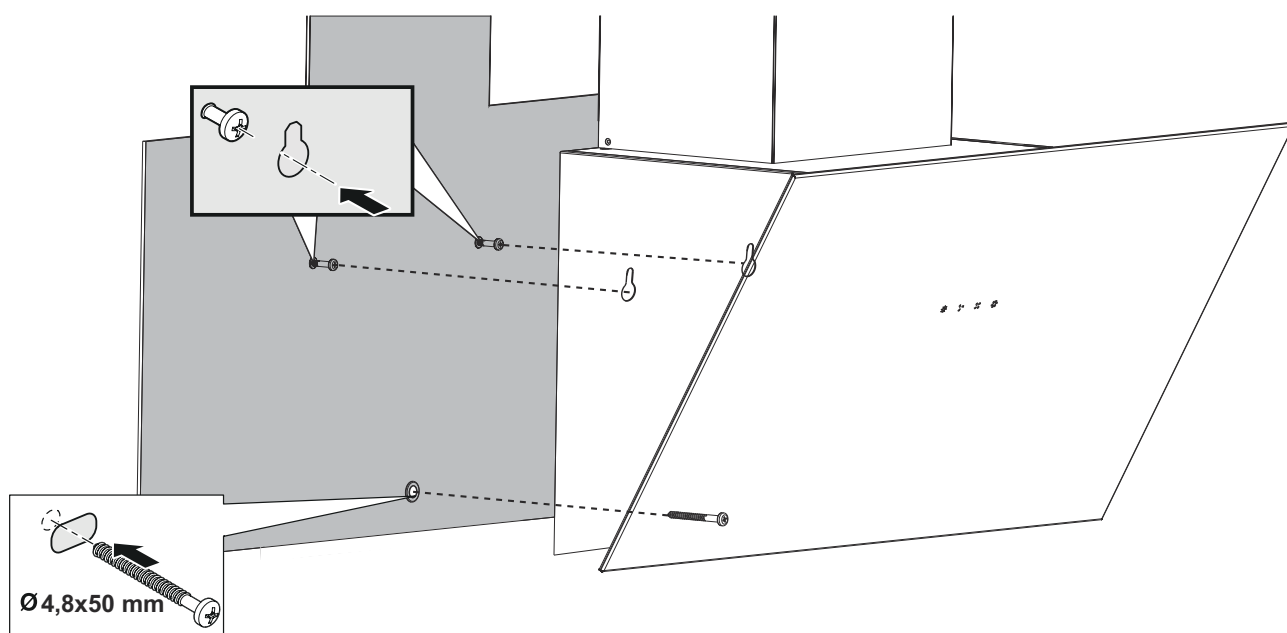

Fig. 12
1. ➔ 1. Lyft upp produkten mot skruvarna som du skruvade i väggen innan och dra åt skruvarna (fig. 12).
2. ➔ 2. Fäst produkten på väggen med två 4,8x50 skruvar, som sitter inuti själva fläkten (Fig. 12).